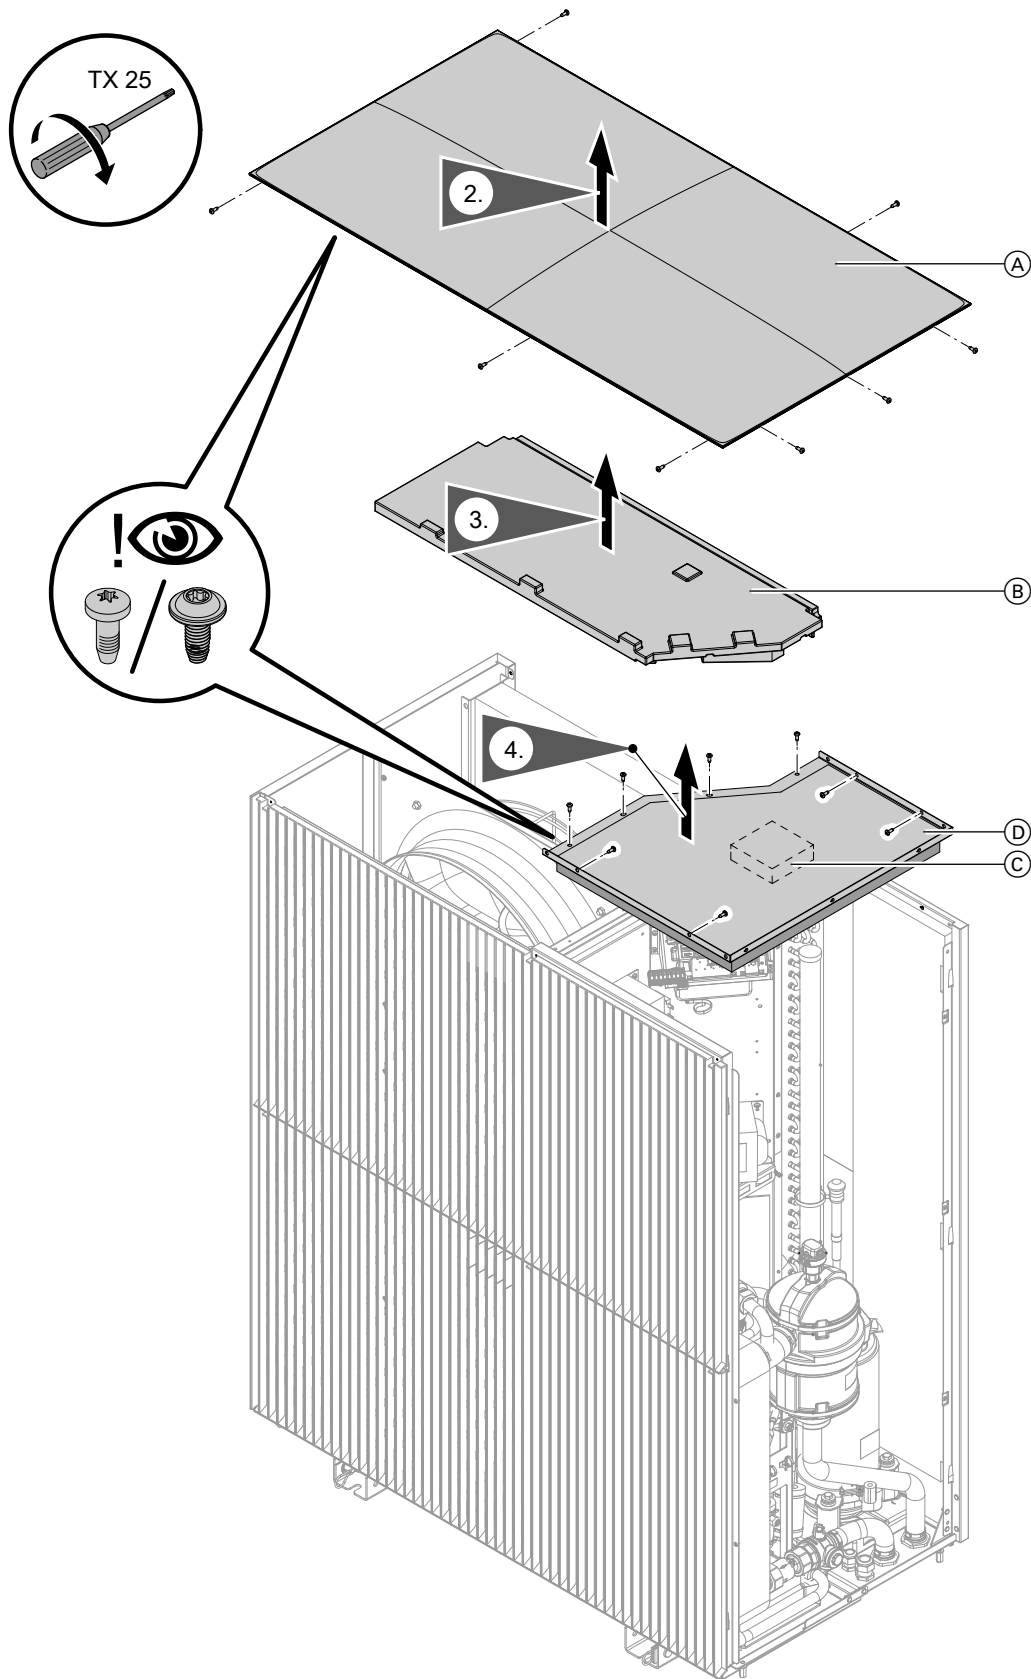

Abb. 106
7. Deckel abbauen: Siehe Abb. 106.
2. Deckel abbauen: Siehe Abb. 106.